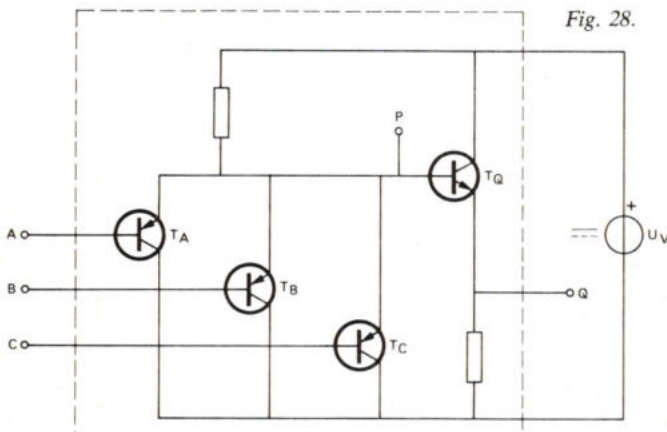

Fig. 28.
6. Van de schakeling van fig. 28 kunnen de ingangsklemmen met de plusklem of met de minklem van de spanningsbron U_V worden verbonden, wat in de notatie van de Boole-algebra resp. met „1” en „0” wordt aangeduid.